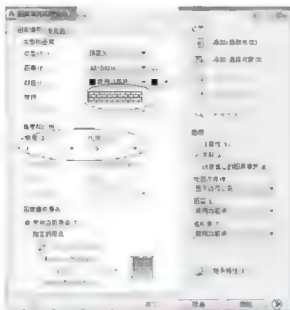

图 4.70 【图案填充和新变色】对话框
② 单击【确定】按钮回到【图案填充和渐变色】对话框，则【图案】文本框内显示为【AR-B816】，如图 4.70 所示。